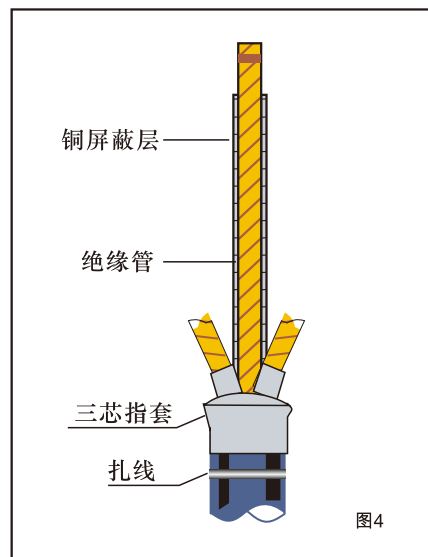

图4
1.4 (图4) 安装冷缩管: 套入冷缩管, 与三指套搭接15mm以上, 逆时针抽掉支撑条, 使其收缩?